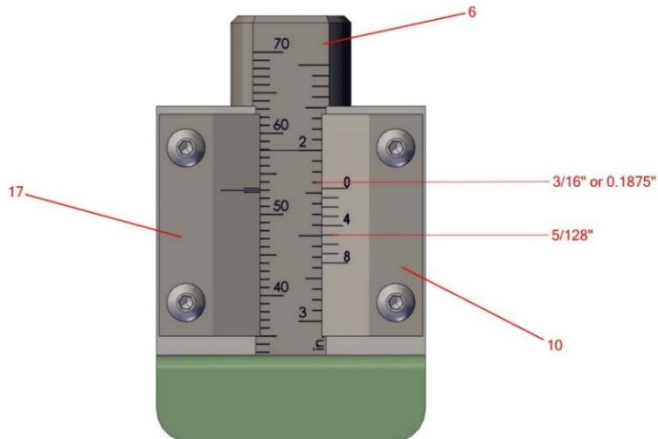

Figure 2 : Vernier AFS
9. Après trois coups, vérifiez que l'éprouvette compactée présente une hauteur dans les limites de tolérance standard, soit $50 \text{ mm} \pm 0,5 \text{ mm}$ (métrique) ou $2'' \pm 1/64''$ (AFS). Pour ce faire, utilisez le vernier gauche métrique ou AFS (Figure 2 ou 3, N°17). Si la ligne 50 mm (métrique) ou 2" (AFS) sur la tige (Figure 2 ou 3, N°6), à environ 58 sur l'échelle de compactibilité, se trouve entre les lignes supérieure et inférieure du vernier gauche métrique (50 mm) ou AFS (2") (Figure 2 ou 3, N°17), l'échantillon est conforme aux spécifications.
2. À l'aide du vernier de poids droite (Figure 2 ou 3, N°10), déterminez le nombre de divisions entre la marque 50 mm sur l'échelle métrique (ou 2" sur l'échelle AFS) de la tige (Figure 2 ou 3, N°6) et la marque « 0 » sur le vernier de poids droite. Notez cette valeur. Elle peut être négative.